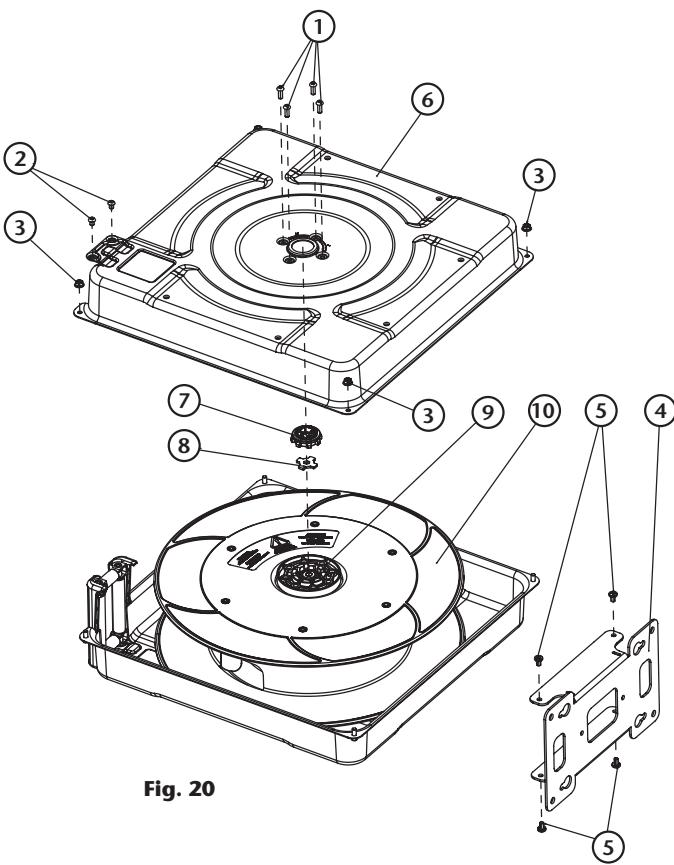

Fig. 20
Si accidentalmente se aplica esfuerzo sobre la pieza plástica pretensora (3) (fig. 8) girando la llave cuadrada (1) (fig. 9), sin haber retirado previamente los cuatro tornillos (5) (fig. 8) que la sujetan a la carena, la pieza plástica pretensora (7) (fig. 20) puede resultar dañada. Esto podría ocurrir durante la instalación/sustitución de la manguera, así como durante las operaciones de ajuste de la pretensión.
8. Ahora es necesario quitar el lateral de la carena, para ello, proceda a retirar los tornillos (1) (fig. 20).
9. Retire los dos tornillos (2) (fig. 20) del lateral de la salida de manguera.
10. Desmonte la base (4) (fig. 20) aflojando los tornillos (5) (fig. 20).
11. Quite los tornillos (3) (fig. 20) que unen ambas carenas. Ahora ya puede retirar el lateral de la carena (6) (fig. 20) permitiendo el acceso a la pieza pretensora (7 & 8) (fig. 20).
12. Sustituya la pieza pretensora (7) (fig. 20) y su chapa interior (8) (fig. 20) por las nuevas. Asegúrese de montar la chapa metálica encajada dentro de la pieza plástica, antes de llevar el conjunto a su posición en la fijación resorte (9) (fig. 20).
13. Vuelva a montar los componentes en orden inverso, colocando la carena (6) (fig. 20) y fijándola con los tornillos (3) (fig. 20).
14. Vuelva a ensamblar la base (4 & 5) (fig. 20), y los tornillos (2) (fig. 20) de la salida de manguera.